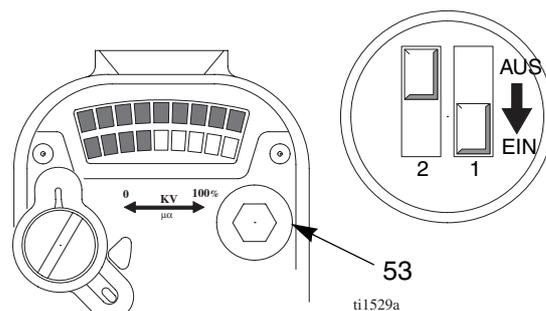

Abb. 5 Schalter für die Niederspannungseinstellung
2. Entfernen Sie den LO VOLTAGE-Stopfen (53). Stellen Sie die gewünschte Spannung mit einem kleinen Schraubenzieher ein, indem Sie die Schalter 1 und 2 je nach Table 3 auf ON oder OFF stellen. Siehe auch Abb. 5.